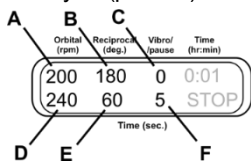
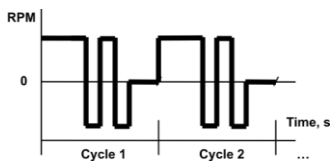

Рисунок 9.
Рисунок 10.
6.9.3 **Орбитальное + возвратно-поступательное движение + пауза.** Установите скорость (рис. 9/A, 20–250 об/мин) и время (рис. 9/D, 1–250 с) орбитального движения. Установите амплитуду (рис. 9/B, 0–360°) и время (рис. 9/E, 1–250 с) возвратно-поступательного движения. Скорость движения совпадает с орбитальной (рис. 10). Установите амплитуду вибрирующего движения на ноль градусов (рис. 9/C). Установите время вибрирующего движения (рис. 9/F, 1–5 с), это будет продолжительность паузы (рис. 10).